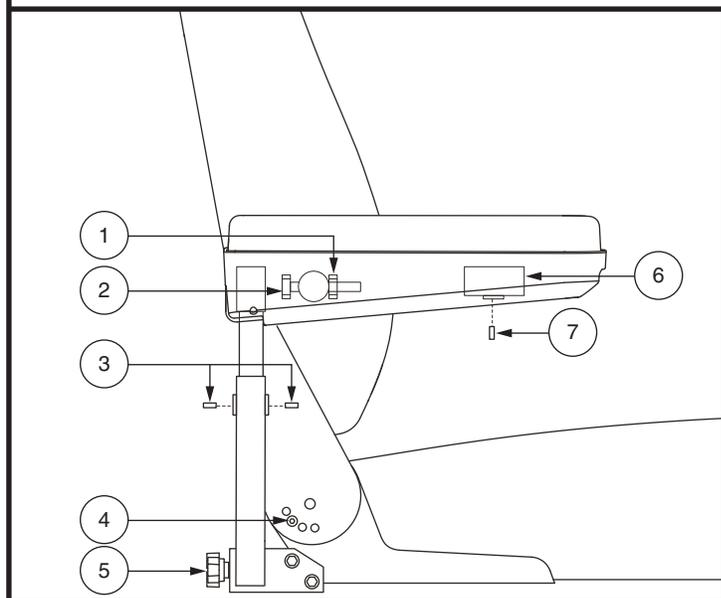

Figura 12. Regolazione dei braccioli e dello schienale
NOTA: La configurazione più comune dell'hardware di regolazione del sedile è illustrata nella figura 12. Il prodotto può essere dotato di una configurazione diversa. Tutte le configurazioni funzionano in modo simile.
1. Rimuovere le viti di regolazione da ogni cerniera del sedile. **Vedere figura 12.**
1. Individuare la manopola di regolazione su ogni lato della staffa del bracciolo. **Vedere figura 12.**
2. Allentare il dado. **Vedere figura 12.**
1. Allentare le viti di regolazione del bracciolo. **Vedere figura 12.**
2. Allentare la vite sulla staffa della centralina. **Vedere figura 12.**
5. Allentare la vite di fissaggio sulla parte inferiore di ogni bracciolo. **Vedere figura 12.**